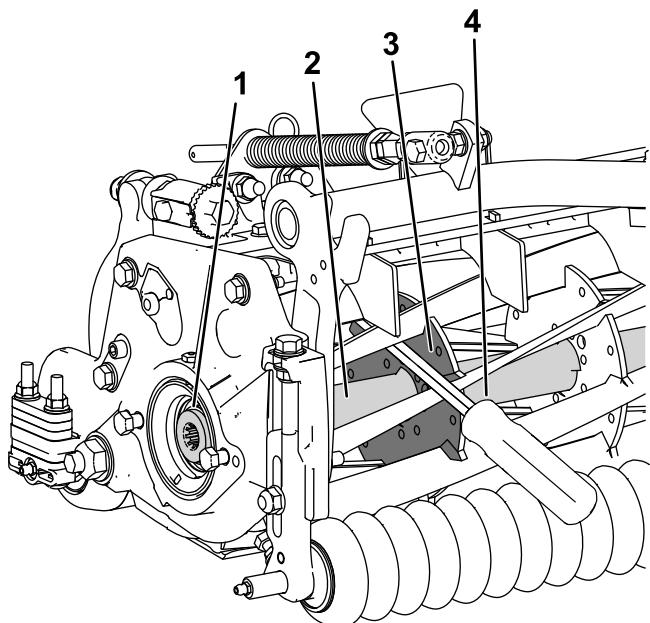

Рисунок 27
1. Вставьте монтировку с длинной ручкой (рекомендуется использовать монтировку размером $\frac{3}{8}$ x 12 дюймов с рукояткой, как у отвертки) через переднюю часть барабанного режущего блока и максимально близко к боковой части режущего блока, к которому вы прилагаете крутящий момент (Рисунок 27).
2. Установите монтировку так, чтобы она была прижата к сварной стороне внутреннего усиливающего компонента барабанного режущего блока (Рисунок 27).